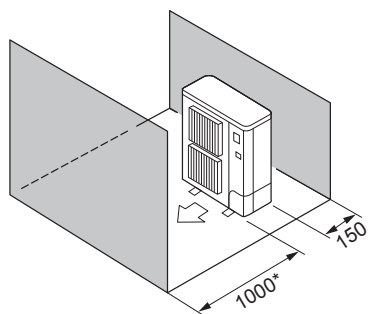

Fig. 2-7
- ⑤ Hindringer kun foran og bak (Fig. 2-7)